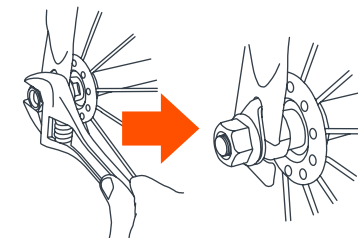

Fig. 4
4) Avec la roue en place, installez les écrous d'essieu et serrez-les avec une clé à molette standard, polygonale ou à fourche. Puisque vous devriez sentir une forte résistance, la roue doit être maintenue fermement en place (Fig. 4).